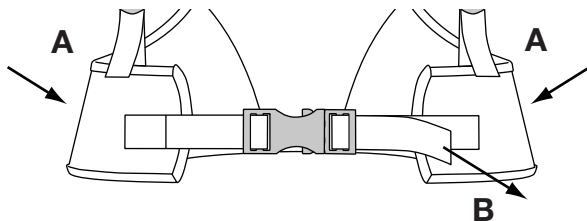
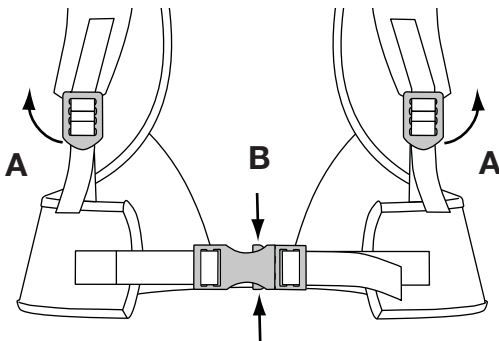

Fig. 18
Fig. 19
**NOTA:** Asegúrese de que los soportes de la cintura soporten el peso de la unidad sobre las caderas (Fig. 18, A).
3. Si el peso no cae sobre las caderas, afloje los soportes de los hombros (Fig. 19, A) y tire de la manija de los soportes de la cintura (Fig. 18, B) para apretarlos. Ajústelos hasta que el peso de la unidad descansa sobre las caderas.
1. Para desconectar los soportes de los hombros, tire hacia arriba de la lengüeta inferior de las hebillas de los soportes de los hombros (Fig. 19, A).
2. Apriete la parte superior e inferior de las presillas de los soportes de la cintura para zafar los soportes de la cintura (Fig. 19, B).